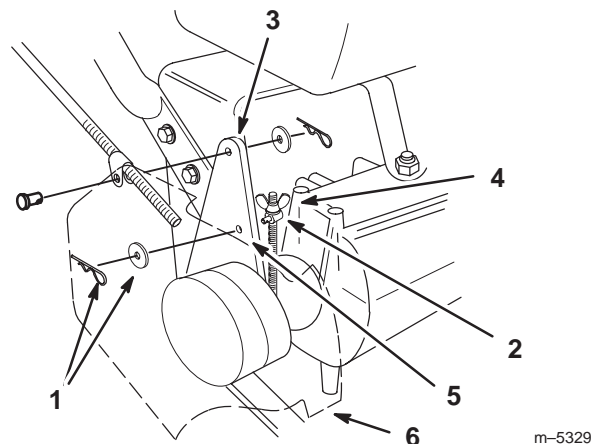

Figure 35
5. Pour régler le frein, enlevez la goupille fendue et la rondelle du levier de frein et du tourillon (Fig. 35).
8. Placez le tourillon dans le trou F (Fig. 35). Serrez l'écrou papillon.
9. Fixez le tourillon au levier de frein à l'aide de la rondelle et de la goupille fendue (Fig. 35).